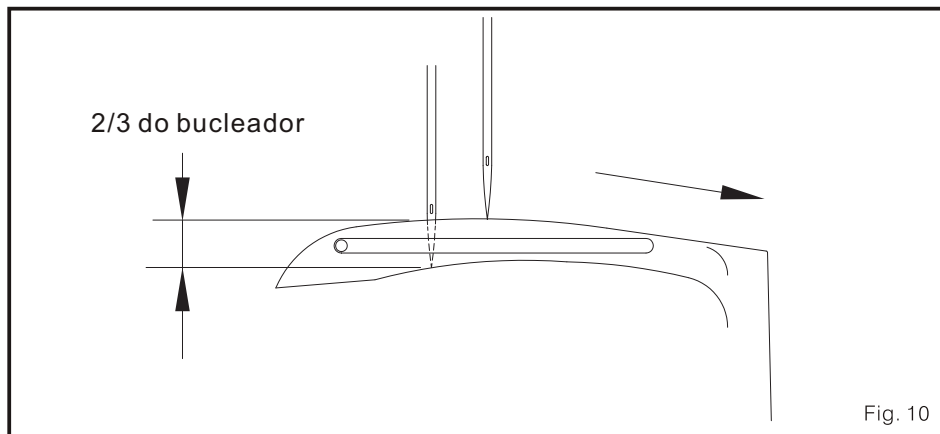

Fig. 10
(1) 2-agulhas: A extremidade da agulha esquerda isto a 2/3 do calcador. (Fig. 10)